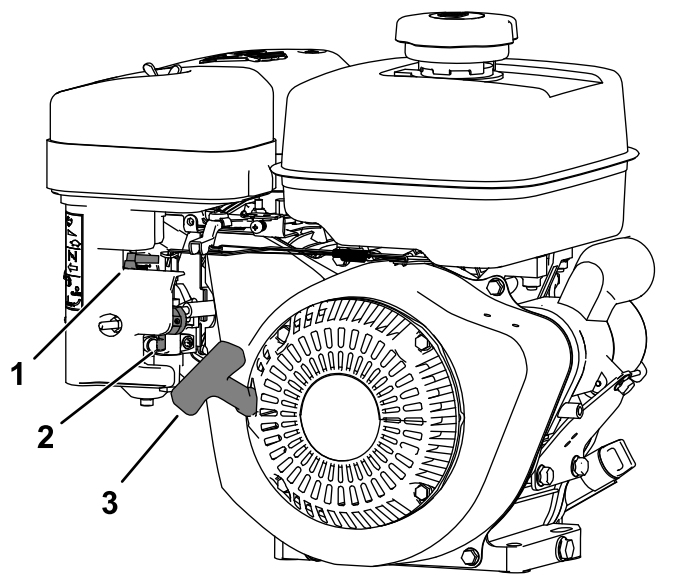

Figure 8
La commande de starter est située sur le côté gauche de la console de commande ; elle aide à démarrer le moteur quand il est froid (Figure 8).
Le robinet d'arrivée de carburant est situé sur le côté avant droit du moteur, sous le réservoir de carburant (Figure 8).
3. Nettoyez la surface autour du bouchon du réservoir et enlevez le bouchon (Figure 8).
4. Remplissez le réservoir de carburant jusqu'à 6 à 13 mm du haut du réservoir (Figure 8). **Ne faites pas monter le carburant dans le goulot de remplissage du réservoir.**